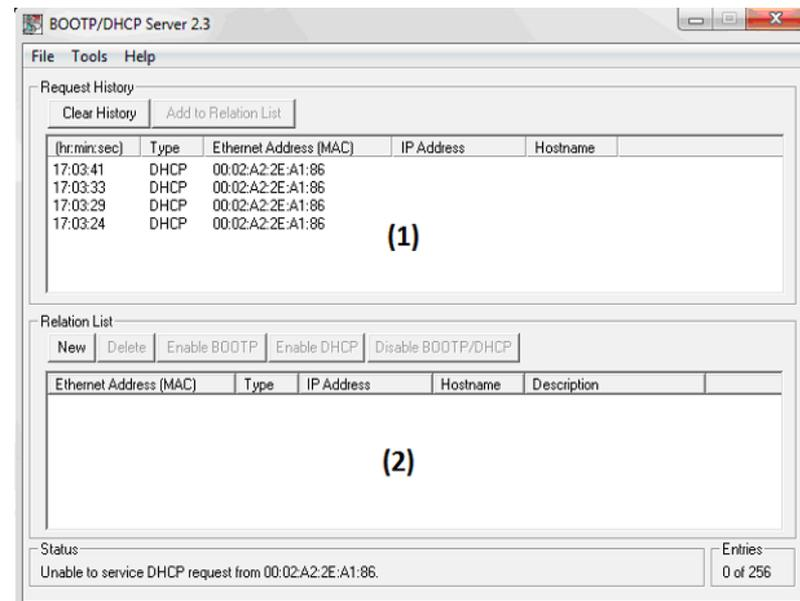

Abb. 6.29: Auswahl des Moduls
- => Wählen Sie in der Liste (1) "Request History" (Abb. 6.29) Ihr gewünschtes Modul durch Doppelklick aus.
Nach dem Schließen des Fensters "Neuer Eintrag" erscheint wieder das Fenster DHCP-Server (Abb. 6.29). In Liste (1) (Request History) und Liste (2) (Relation List) erscheint das Modul mit der zugewiesenen IP-Adresse. Die LED 1 (Rückseite des Moduls) leuchtet.